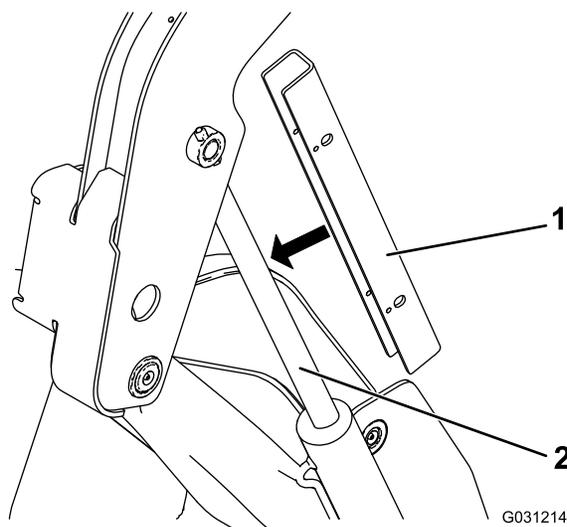

Рисунок 38
5. Поместите замки на шток гидроцилиндра подъема (Рисунок 38).